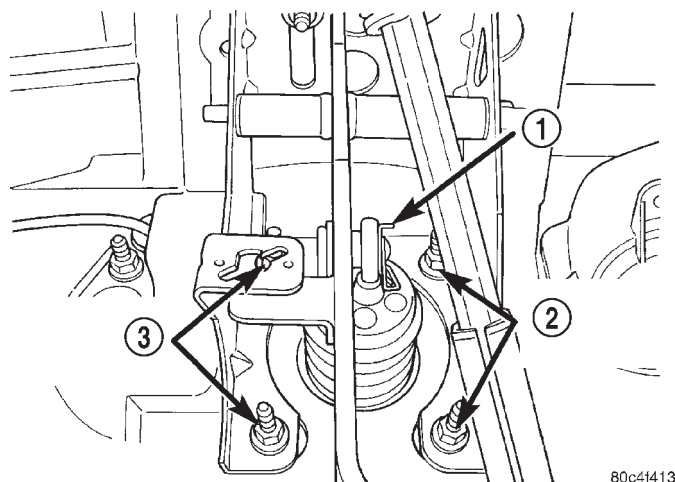
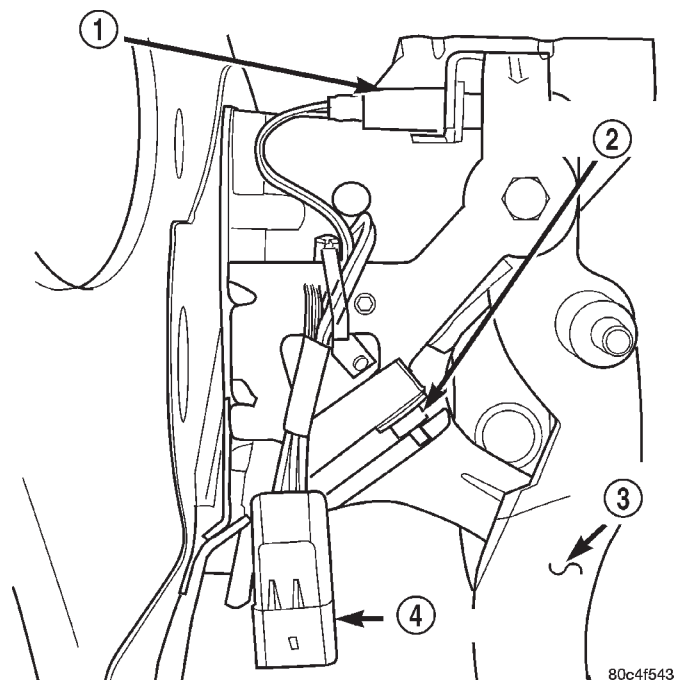

Fig. 5 Tuercas de instalación y collarín de retención de vástago del reforzador de freno
Fig. 7 Conmutador de interbloqueo y limitador superior
- (5) Retire el collarín de retención del reforzador de freno del pedal del freno. Desenganche el vástago del pedal (Fig. 5).
(11) Retire el conjunto del conmutador de interbloqueo y limitador superior (Fig. 7) del conjunto del soporte de los pedales de freno y embrague oprimiendo las cuatro lengüetas tipo aleta de plástico, que se encuentran en cada conmutador.
(1) Instale los conmutadores en el conjunto del soporte de los pedales como se muestra en la (Fig. 7). Guíe el mazo como estaba antes del desmontaje.
(2) Instale los pedales de embrague y freno en el soporte; instale el eje de pivote y la tuerca. Apriete la tuerca del eje de pivote con una torsión de 34 N·m (25 lbs. pie.).
(3) Instale en su sitio el conjunto de soporte de los pedales de freno y embrague. Instale las tuercas de instalación del reforzador de freno y apriételas con una torsión de 34 N·m (25 lbs. pie.). Instale las tuercas entre el soporte de pedal y el tablero de instrumentos y apriételas con una torsión de 34 N·m (25 lbs. pie.).
(4) Instale el conmutador de luz de stop nuevo.
(5) Conecte el vástago del reforzador de freno en el pedal de freno. Instale el collarín de retención (Fig. 5).